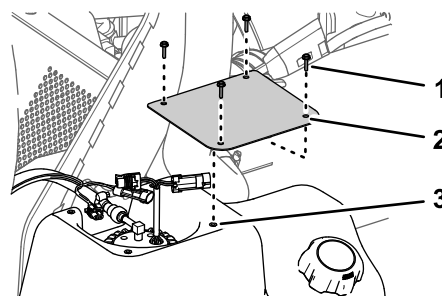

Рисунок 86
1. Установите крышку на бак (Рисунок 86) с помощью 4 винтов (№ 10 x ¾ дюйма), снятых при выполнении пункта 2 раздела Снятие крышки топливного насоса (страница 72).